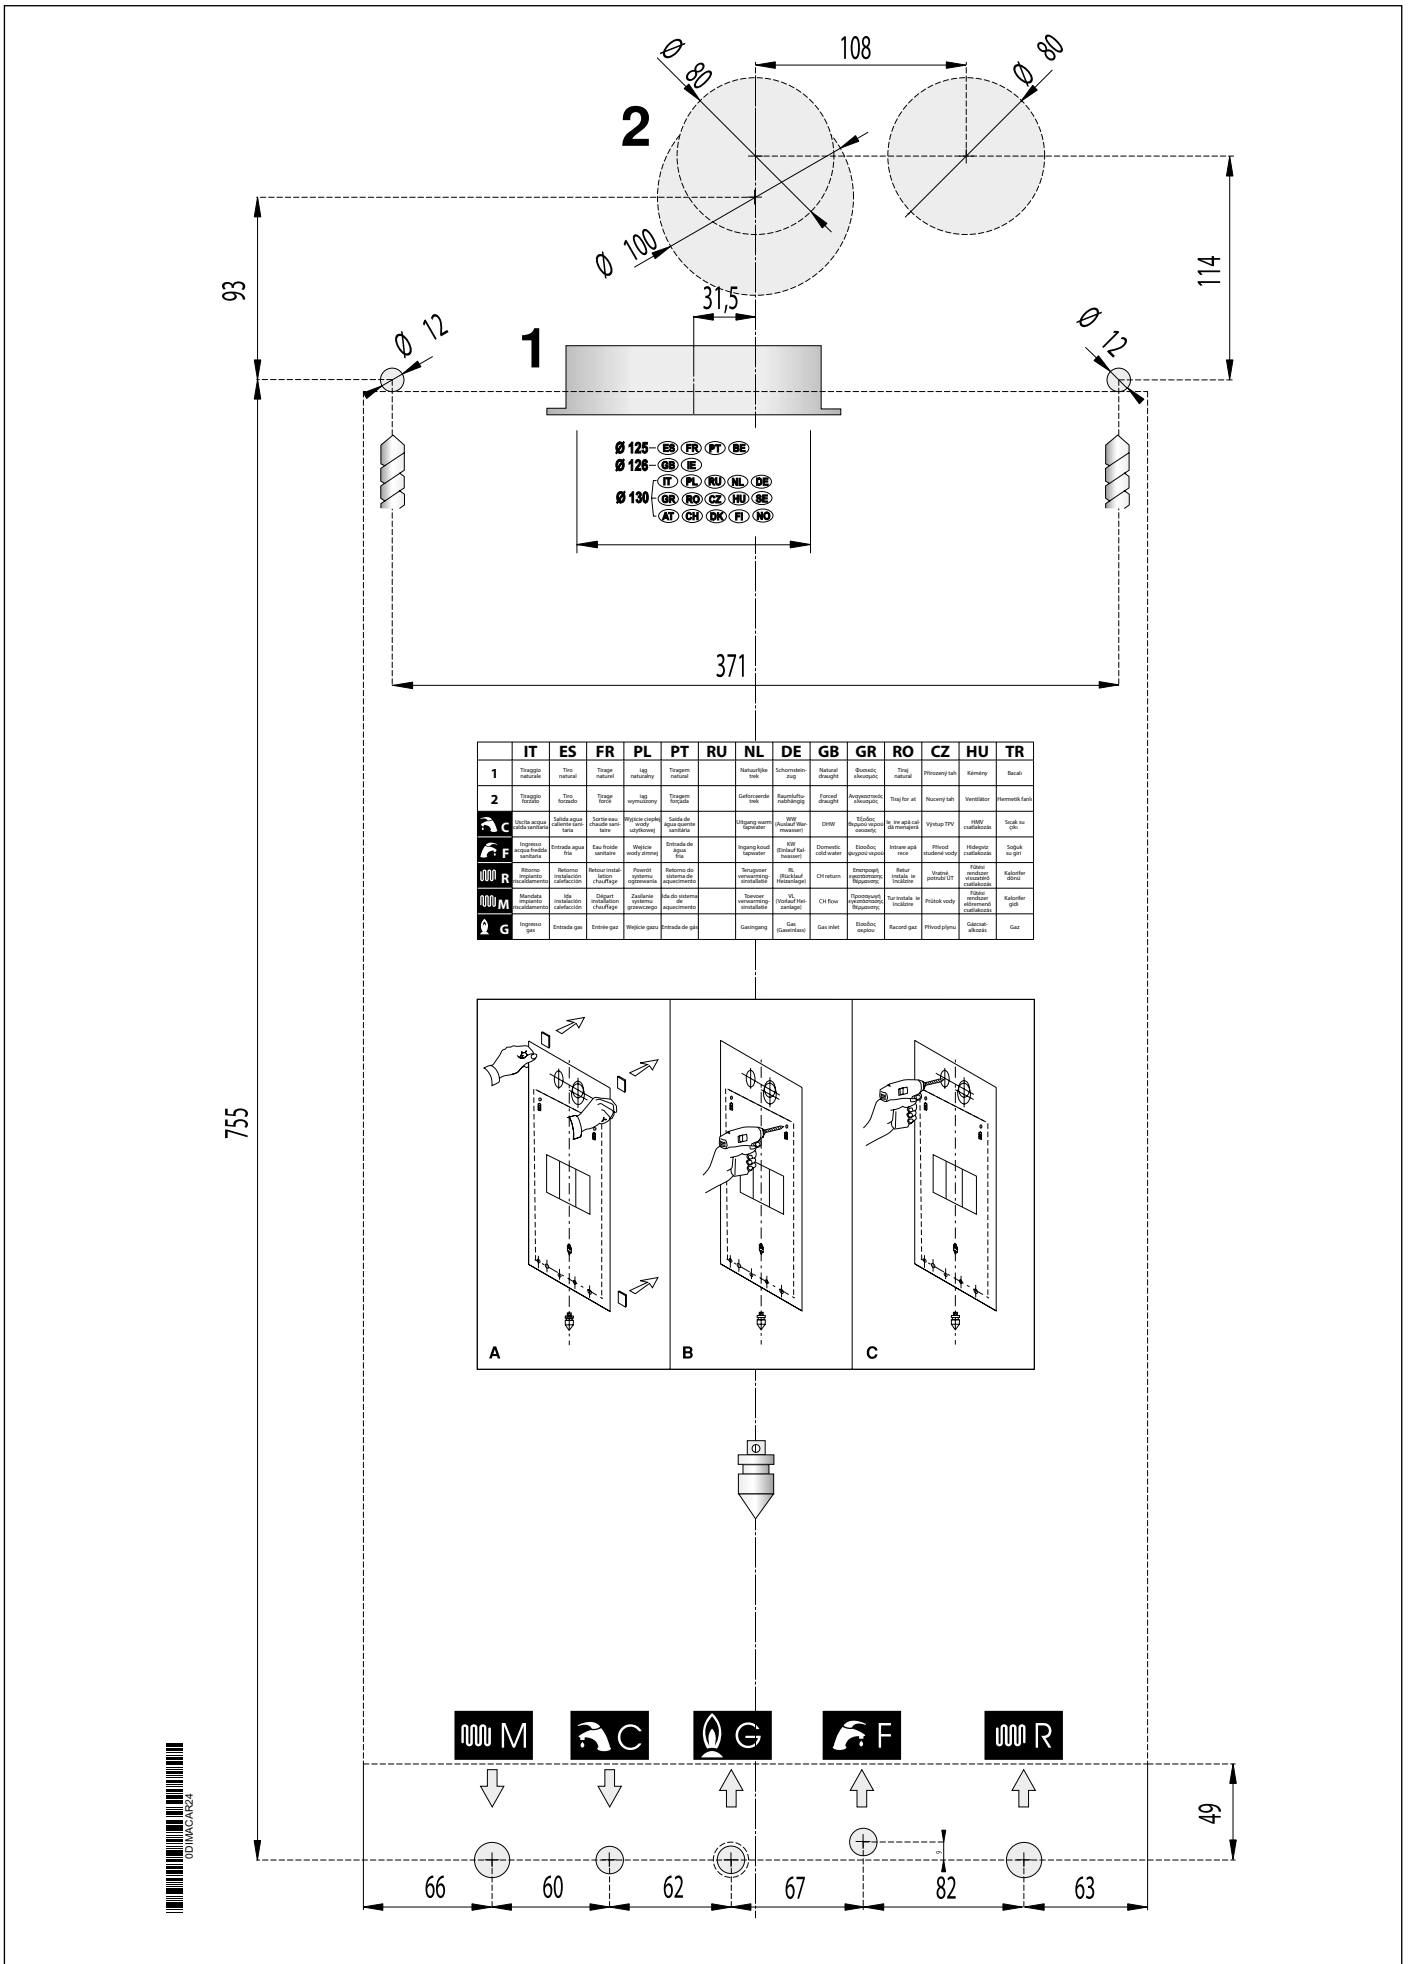

图9 纸质安装模板
- 壁挂炉墙壁固定安装模板（参见图9纸质安装模板）。
壁挂炉在其包装中包含了一张纸质安装模板（参见图9 纸质安装模板）。